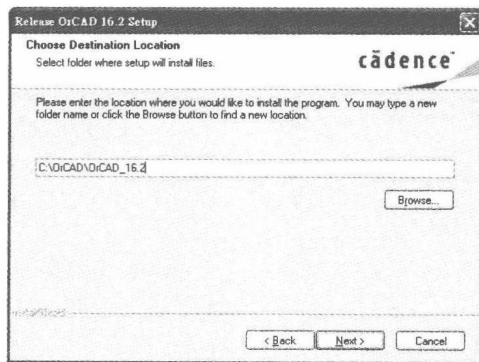

图 1.6
⑧ 在图 1.6 对话框的空格中输入所要安装的路径名称(系统默认的安装路径为 C:\OrCAD\OrCAD_16.2),您可依自己的喜好单击“Browse”键加以修改。确认无误后即可单击“Next >”键,随后出现如图 1.7 所示的对话框。